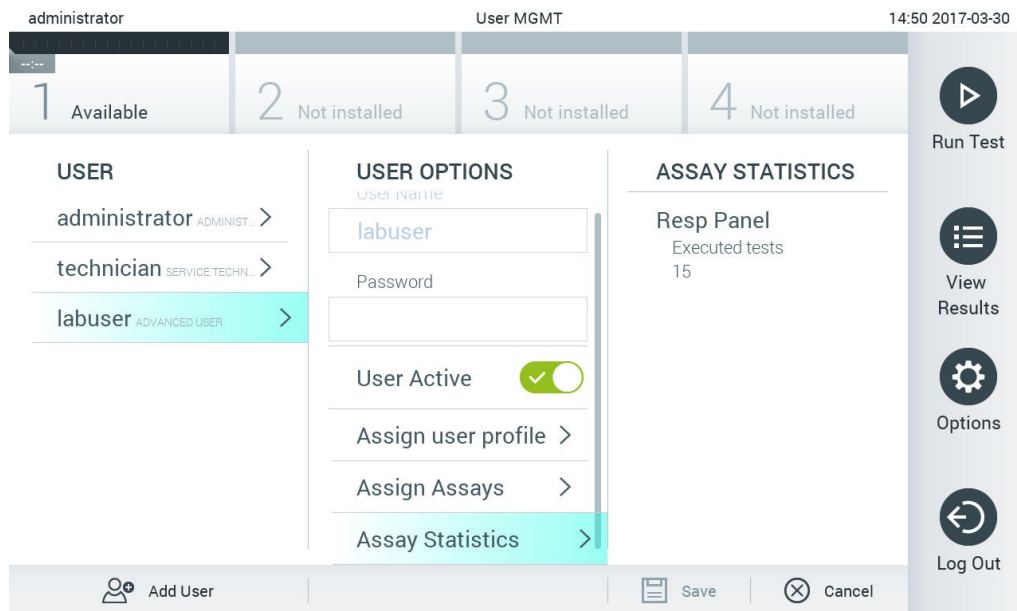

图 56. 查看检测统计数据。
- **Assay Statistics**（检测统计数据）：显示所选用户运行的检测的次数（图 56）。